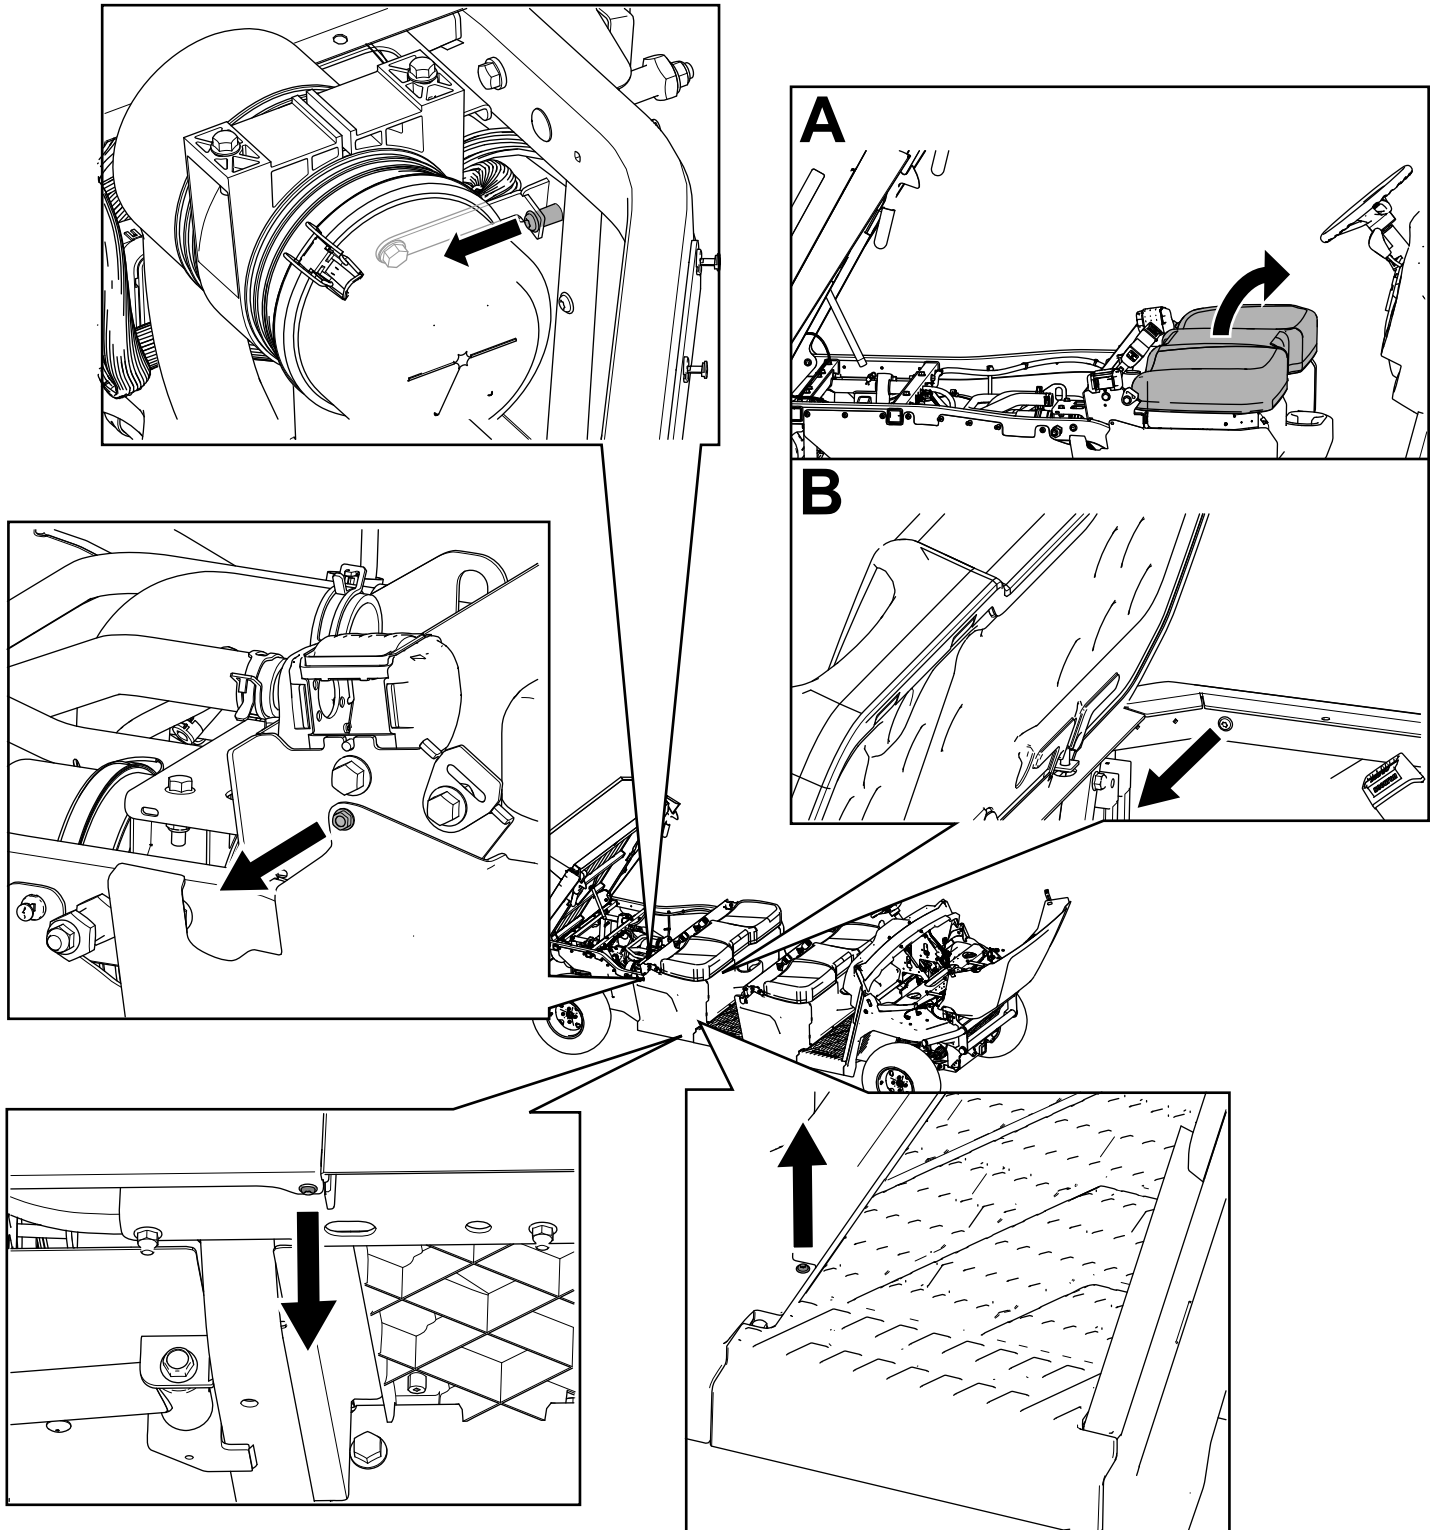

Figure 38
3. Retirez les boulons à tête hexagonale à embase ($\frac{1}{4} \times \frac{3}{4}$ po) et les fixations à tête Torx T30 des 2 panneaux de base gauches et des 2 panneaux de base droits du siège (Figure 38).